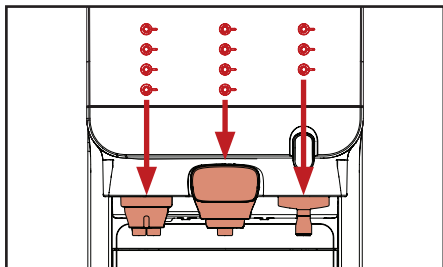

Bild 4.4 - Knappar motsvarar mynningarna
1. Placera din kopp direkt under mynningen av ditt val (bild 4.4).